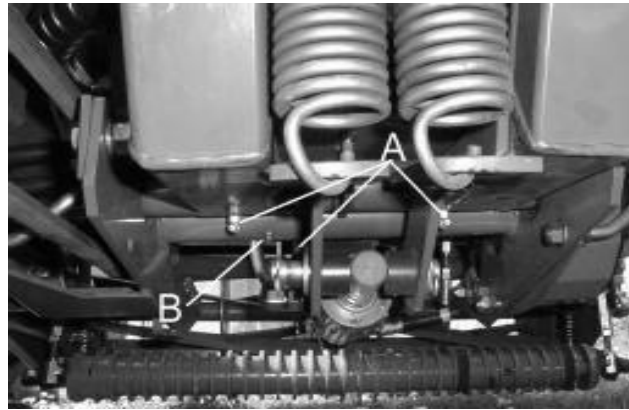

Fig.12
- (a) Vordere und hintere Hubarmgelenke (A Abb.12).
- (b) Zwischenwelle (B Abb.12).
- (a) Främre och bakre lyftarmspivåerna (A fig. 12).
- (b) Mellanaxeln (B fig. 12).